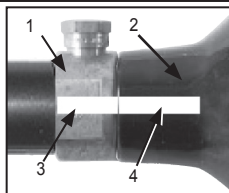

Figure 4: Bouteille et valve marquées
LA VALVE/REGULATEUR EN LAITON OU NICKEL (FIGURE 4, #1) EST PREVU POUR ETRE FIXEE EN PERMANENCE SUR LA BOUTEILLE (2) UNE BOUTEILLE D'AIR OU DE CO2 PEUT VOLER AVEC ASSEZ DE FORCE POUR PROVOQUER DE SERIEUSE BLESSURES, VOIRE LA MORT, SI LA BOUTEILLE (2) SE DEVISSE DE LA VALVE OU DU REGULATEUR (1).
Voir figure 4. Il y a déjà eu des accidents, causés par des joueurs ayant dévissé la bouteille (2) de la valve (1) par inadvertance. Cela arrive lorsque le joueur pense dévissé l'ensemble bouteille-valve, alors que seule la bouteille (2) est en train d'être dévissée de la valve (1). Pour éviter ce danger : Il est recommandé (si votre bouteille ne dispose pas déjà de marquage) d'utiliser de la peinture ou du vernis à ongle pour placer une marque (3) sur la valve, et une marque (4) sur la bouteille, comme montré dans l'exemple.
4. Regardez les marques sur la bouteille et la valve (comme illustré à la figure 4 de la page 30) lorsque vous tournez la bouteille d'environ $\frac{3}{4}$ de tour dans le sens antihoraire. Ceci permet à la valve d'axe de l'alimentation d'air de se fermer et de bloquer l'arrivée d'air dans le lanceur.